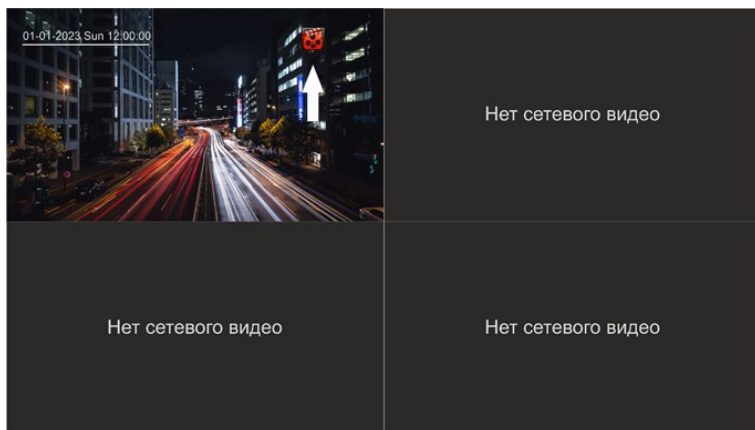

Рисунок 11 – Отображение видеоканалов
7.10 Запись видео с канала начинается автоматически сразу после инициализации камеры. При этом в окне канала отображается видеопоток, в левой верхней части выводится текущая дата и время, справа отображается пиктограмма означающая, что видеопоток с канала сохраняется на внутренний накопитель видеорегистратора (рисунок 11).